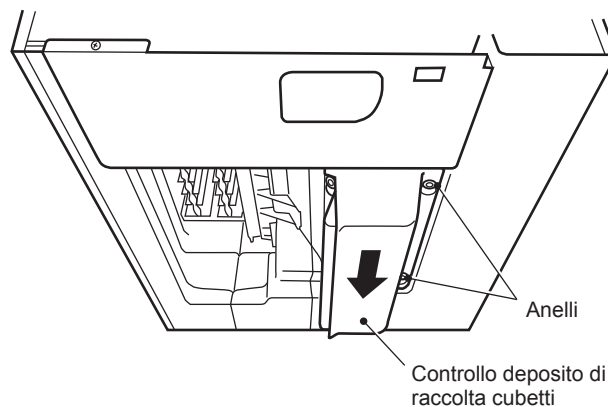

Fig. 5
7) Agganciare il controllo deposito di raccolta cubetti alla parete interna sul lato destro, tenendo sollevato il cavo del controllo deposito. Quindi spingere il controllo deposito sul fondo della macchina, facendolo scorrere verso la parte posteriore fino allo scatto. Assicurarsi che le asole sul lato destro del controllo deposito siano posizionate saldamente sugli anelli al fondo della macchina. Vedere Fig. 5.